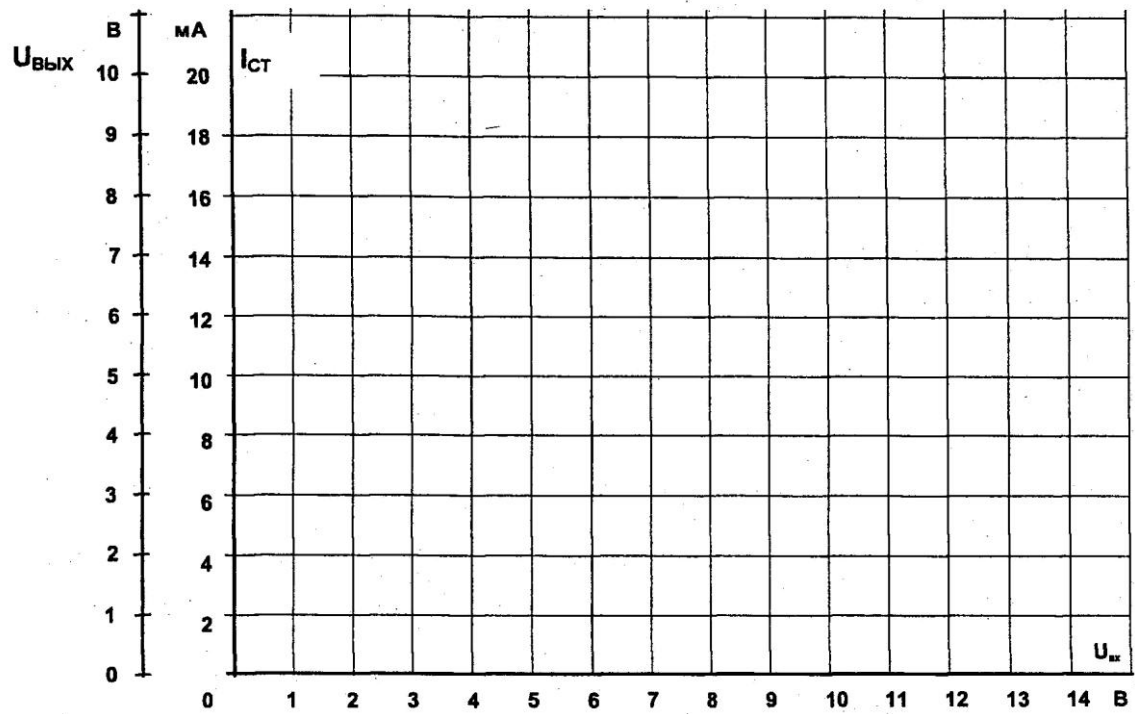

Рис. 3.2.2
- Постройте на графике (рис. 3.2.2) кривую зависимости выходного напряжения $U_{вых}$ от входного $U_{вх}$